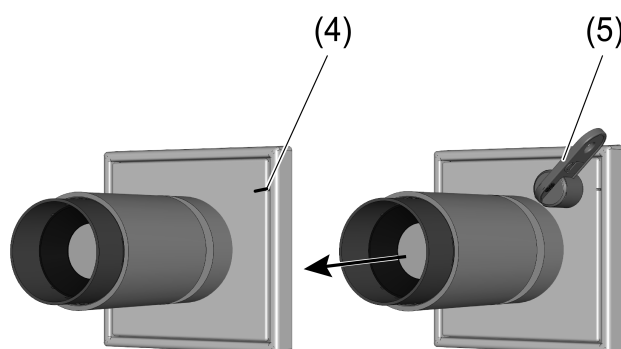

Bild 3: Lichtaufsatz demontieren
- Magnet (5) auf Höhe der Markierung (4) auf die Abdeckung am Lichtaufsatz aufsetzen (Bild 3).